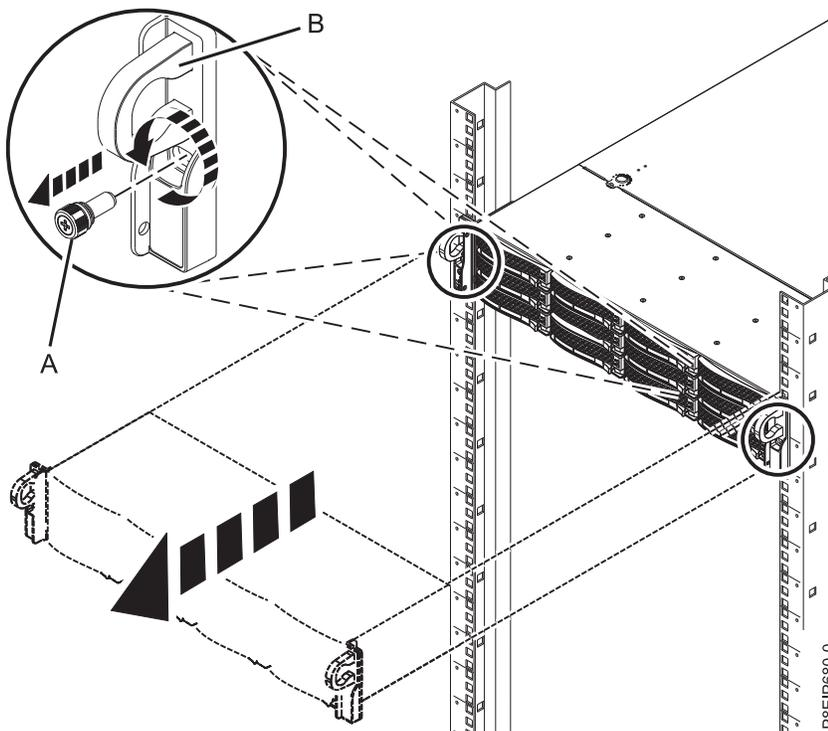

Figura 97. Quitar los tornillos frontales y extraer el sistema del bastidor
3. Quite los tornillos frontales (A) que fijan el sistema al bastidor desde ambos lados del sistema, como se muestra en la Figura 97.